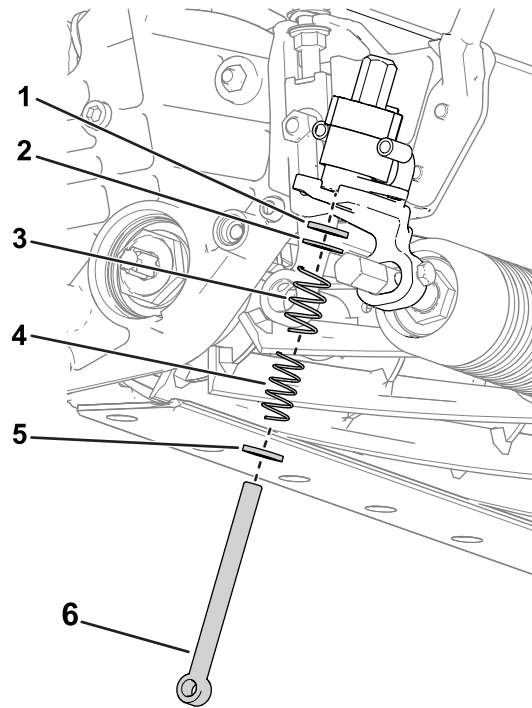

图 2
6. 拆下吊环螺栓图 2。丢弃吊环螺栓保留其他五金件。
1. 使用先前卸下的五金件螺母、垫圈和弹簧安装新的吊环螺栓参阅图 2。